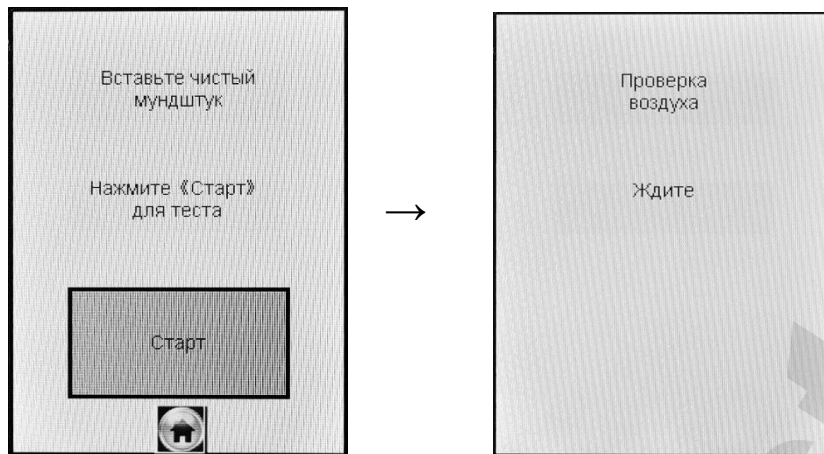

Рисунок 15 – Начало процедуры измерения
2.7.6 Когда данные всех полей будут введены, на экране появится окно с сообщением «**Вставьте чистый мундштук**» (рисунок 15, слева).
В этот момент происходит отбор пробы воздуха (слышен двойной щелчок срабатывания заборной системы) для выполнения автоматической проверки отсутствия этанола и других компонентов, которые могут оказать влияние на показания анализатора, в окружающем воздухе, в заборной системе анализатора и в мундштуке (рисунок 15, справа):
пункта-иконки . На экране появится сообщение «Вставьте чистый мундштук» (рисунок 15).